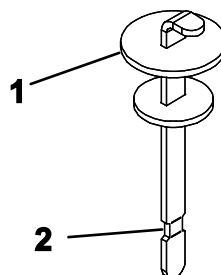

**Figura 61**
3. Pulite la zona intorno al collo del bocchettone e il tappo del serbatoio idraulico (Figura 61). Togliete il tappo dal collo del bocchettone.